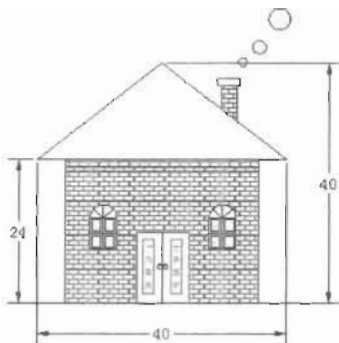

图 4-148
(1) 打开配套光盘的“操作示例 4-18.dwg”文件,如图 4-148 所示。将房屋图形复制出两个,并将其分别缩小一倍,放大一倍。